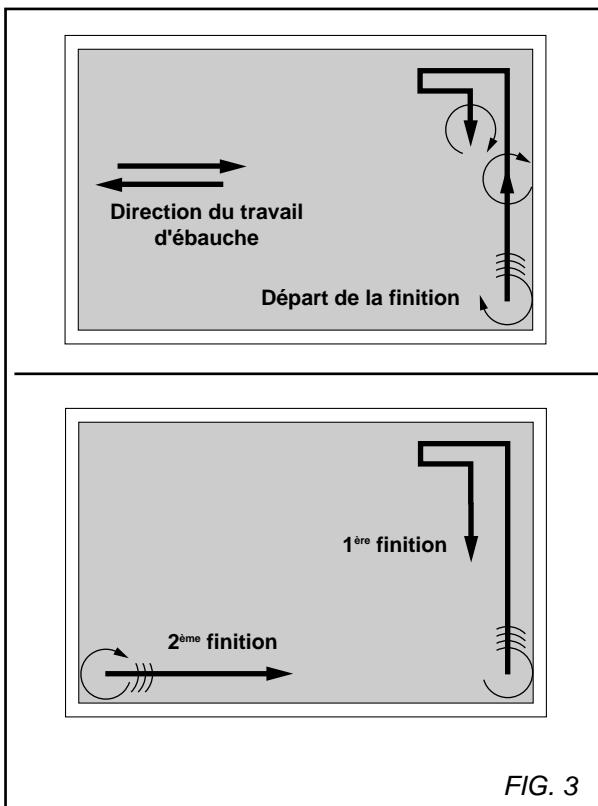

FIG. 3
- Chaque passe devra chevaucher la précédente d'une 1/2 passe afin de minimiser les risques d'imperfections sur la surface. Le travail de finition s'effectue après le travail d'ébauche pour obtenir une surface dense, dure et plane [VOIR FIG. 3].